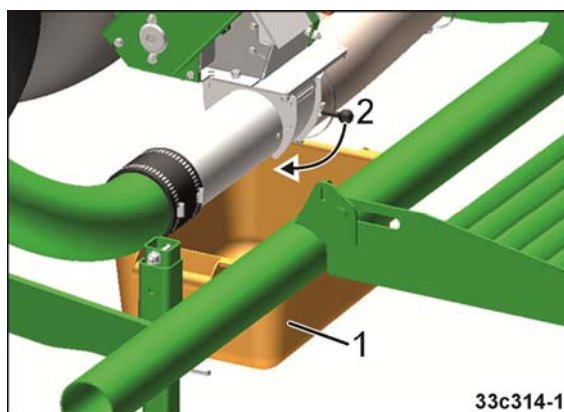

Fig. 52
3. Poser un auget d'étalonnage sous chaque unité de dosage (Fig. 52/1).
4. Ouvrir le clapet du sas d'injecteur (Fig. 52/2).
Risque d'écrasement à l'ouverture et à la fermeture du clapet du sas d'injecteur (Fig. 52/1) !
Saisir le clapet du sas d'injecteur uniquement sur l'attache (Fig. 52/2) pour éviter tout risque de blessure lors de la fermeture du volet à ressort.
- o Fermer le volet du sas de l'injecteur avec une grande prudence (voir Fig. 52, page 71),
- o Fermer le volet du sas de l'injecteur avec une grande prudence (voir Fig. 52, page 71)